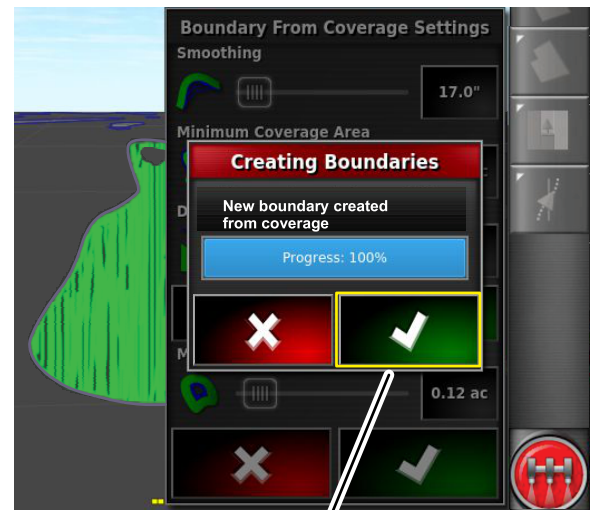

Bild 55
- Klicken Sie auf das entsprechende Symbol für das Dialogfenster Einstellungen Feldgrenze aus Überdeckung (Bild 55).